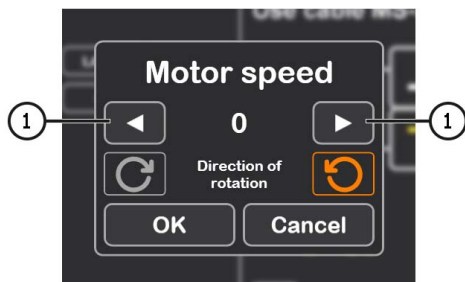

Рисунок 22.
3.1. После активации режима диагностики откроется окно предварительной проверки генератора см. рис. 22.
4. После нажатия на кнопку «Automatic test» появится откроется окно предварительной проверки генератора см. рис. 22.